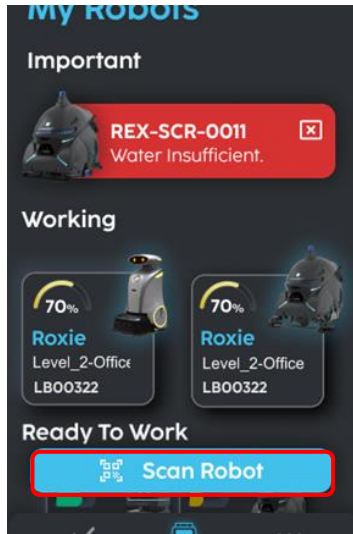

Fig. 1
1. Klik op 'Scan Robot' op de pagina Mijn robots (fig. 1).